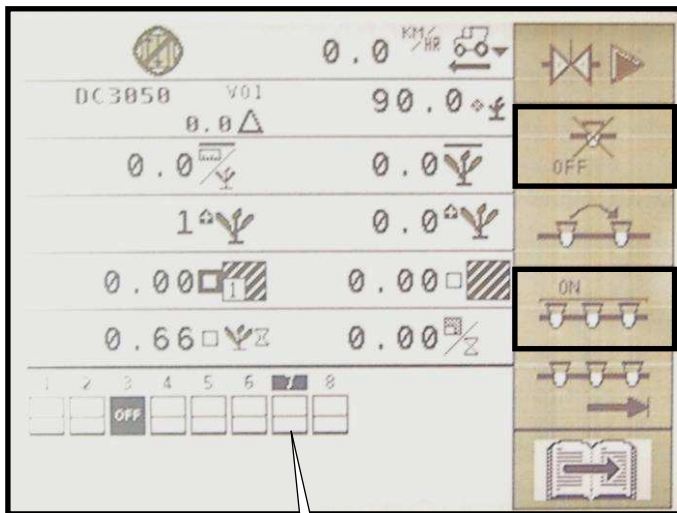

Fig. 2
(Fig.2) pour couper le rang B qui est en surbrillance.
- Pour remettre en fonctionnement un rang vous devez le sélectionner, puis appuyer sur la touche  **ON** pour le remettre en fonctionnement (Fig.2).
symbole  (Fig.2).